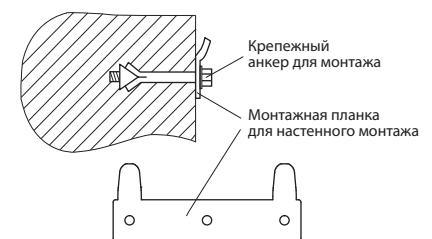

Рис. 5
- После выбора места монтажа определите места под три анкерных болта. Проделайте в стене три отверстия необходимой глубины с помощью сверла, соответствующего размеру крепежных болтов. Вставьте винты в монтажную планку для настенного крепежа, закрепите планку на стене, плотно затяните гайки, а затем установите на монтажную планку электрический водонагреватель. (см. рис. 5).